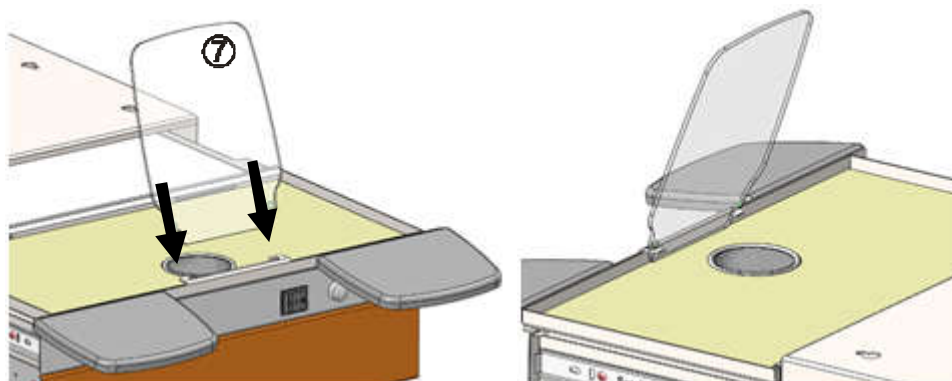

Рис.9
6.3.1 Распаковать экран (7). Вставить торец экрана в паз под наклоном, спереди столешницы, рис.9. Клейкие ножки экрана - для удобства эксплуатации и защиты при хранении.